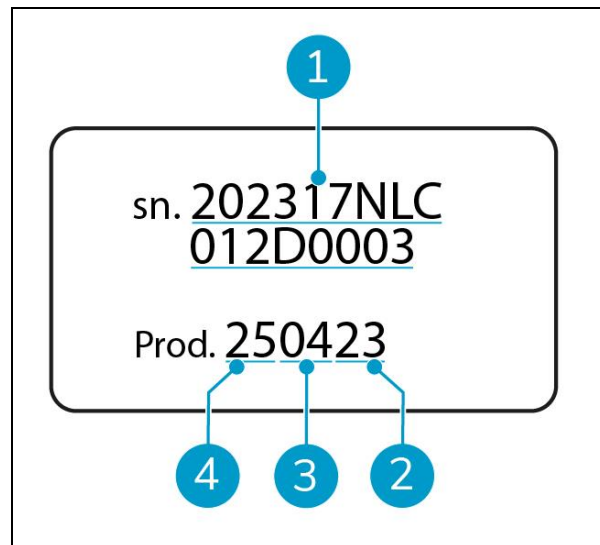

Figura 3
- Numero di serie (Figura 3, pos. 1).
- Anno di produzione (Figura 3, pos. 2).
- Mese di produzione (Figura 3, pos. 3).
- Giorno di produzione (Figura 3, pos. 4).